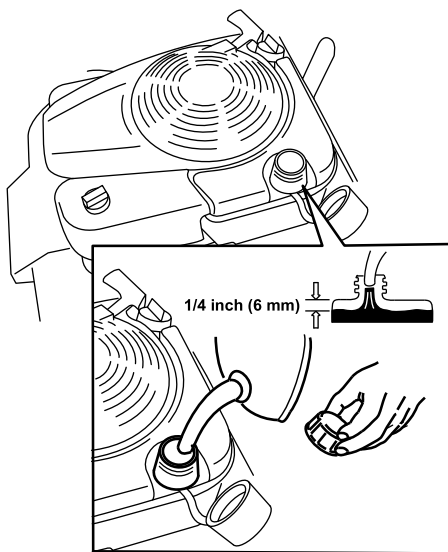

Figure 11
1. Nettoyez la surface autour du bouchon du réservoir de carburant et enlevez le bouchon (Figure 11).
2. Faites le plein de carburant en prenant soin de laisser un espace vide d'au moins 6 mm (1/4 po) sous le bas du goulot pour permettre à l'essence de se dilater (Figure 11).